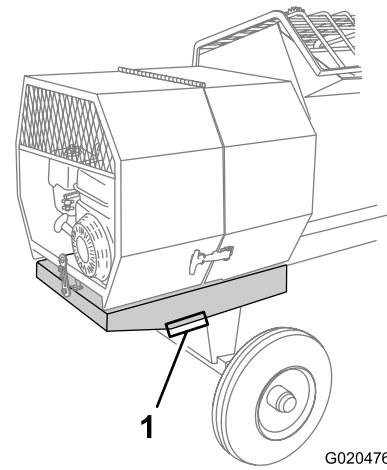

Figura 23
3. Coloque un soporte fijo en cada punto de apoyo de la extensión del bastidor trasero (Figura 23).